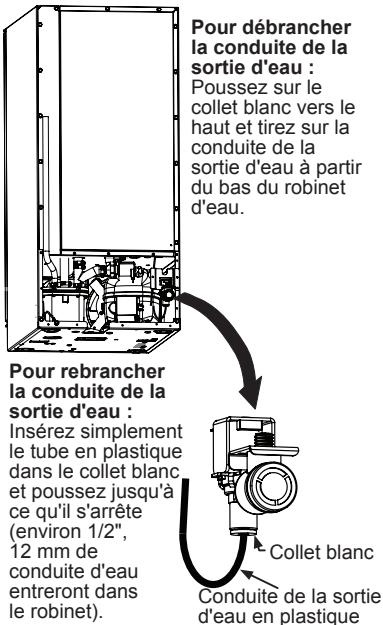

Figure 4
8. Rebranchez la conduite d'eau de la prise du robinet d'eau (Figure 4).
7. Débranchez la conduite d'eau de la prise du robinet d'eau vers le réservoir et vidangez l'eau restante dans la zone qui retient la conduite d'eau (Figure 4).